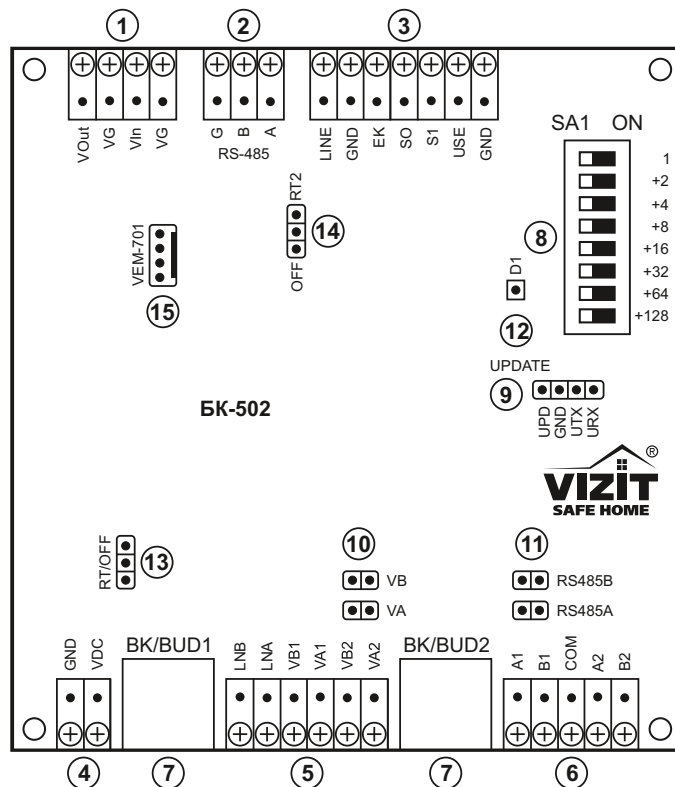

Рисунок 4 - Расположение клемм и перемычек блока БК-502
1. На переключателе **SA1** платы (см. рис. 4) установить номер блока коммутации (условный адрес), по которому он будет работать в системе. Адрес должен находиться в диапазоне номеров 1...32, и задается установкой соответствующих разрядов переключателя **SA1** в положение **ON**. Например, для установки адреса 14 необходимо установить в положение **ON** разряды "2", "4", "8" ($2+4+8=14$). Остальные разряды должны оставаться в положении **OFF**.